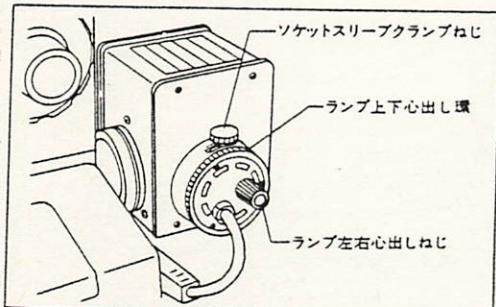
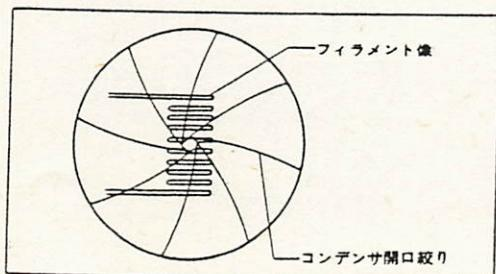

図5
図6
8) 図5のソケットスリーブクランプねじを緩めてから、ランプ左右心出しひねじとランプ上下心出し環を操作して、図6のようにフィラメントの心出しをします。